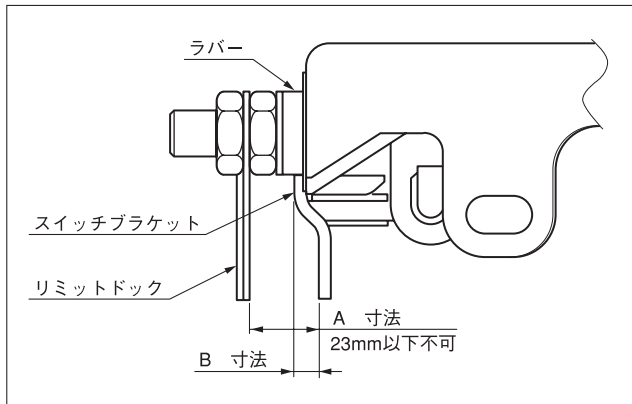
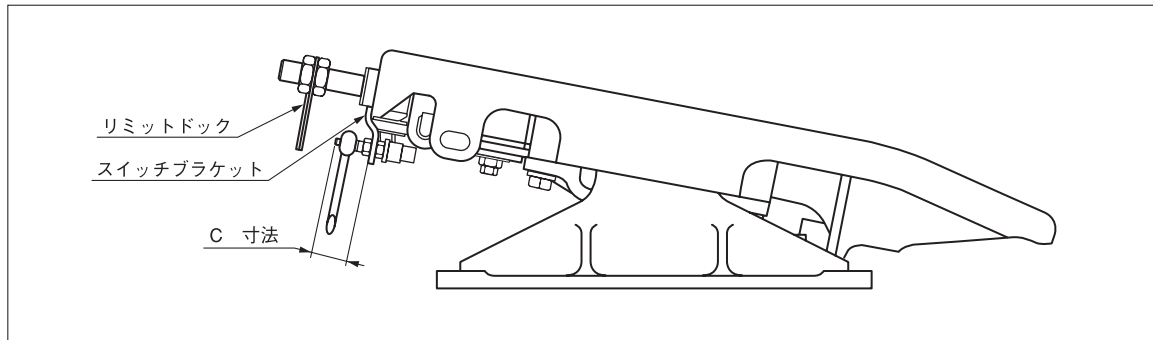

図 35 ジョーが閉じている状態
図 36 ジョーが開いている状態
- (3) 押し面の清掃後、スイッチブラケットとリミットドック間の A 寸法及び B 寸法を確認して下さい。A 寸法が 23mm 以下の場合にはスイッチ破損に繋がります。カプラ前縁のラバーが極度に劣化している場合は交換。もしくはリミットドックを修正して下さい。(図 35 参照)
ジョーを開いて、図36のC寸法を図35のA寸法に5～6mm足した寸法となるようにスイッチのナットを調整してスイッチをスイッチブラケットに組付けて下さい。
ジョーを開いて図 36 の C 寸法を計測して下さい。
ジョーを閉じて、図35のA寸法が図36のC寸法より5～6mm少なくなるようにリミットドックを修正して下さい。